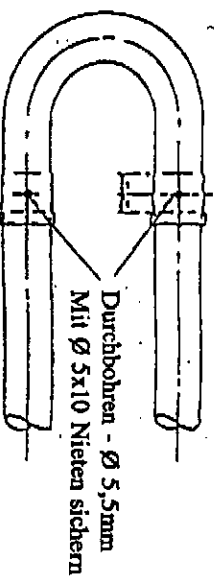
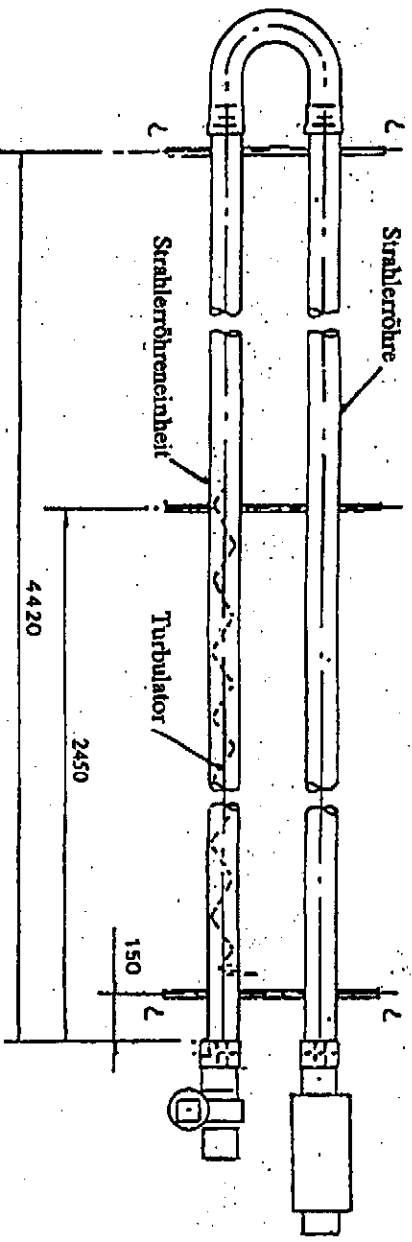

Abb. 12
Abb. 13
4.2.1 Verpackung/Schutz von den Strahlerröhren und der Strahlerröhreneinheit entfernen und sicherstellen, daß sie innen klar sind. Legen Sie die Strahlerröhren und Strahlerröhreneinheit auf Böcke so daß sie einen Mindestabstand von 150mm vom Fußboden haben und 305mm voneinander entfernt mit den Enden der Röhren in gleicher Linie (siehe Abb. 13) sind. Montieren Sie den U-Bogen an die Röhren und stellen Sie sicher, daß der U-Bogen voll eingerastet ist. Bohren Sie ein 05,5mm Loch durch den U-Bogen und die Strahlerröhre auf der Oberseite jedes Beines des U-Bogens, auf halbem Weg entlang dem gestanzten Teil des U-Bogens wie in Abb. 12 gezeigt. Nieteln Sie den U-Bogen an die Strahlerröhre und Strahlerröhreneinheit unter Gebrauch der beiden gelieferten 0 5x10 Nieteln (Befestigungspaket).
4.2.7 Das Gerät sollte jetzt angehoben werden und wie im Abschnitt 3.1 dargestellt an den vorher angebrachten Ketten oder Fallstäben an den in Abb. 13 gezeigten Aufhängepunkten gelängt werden. Seil- oder Gewebeschlingen sollten benutzt werden, wenn man von oben her hochhebt. Beim Gebrauch eines Gabelstaplers, stellen Sie sicher, daß das Gerät vor dem Anheben auf den Gabeln balanciert ist.